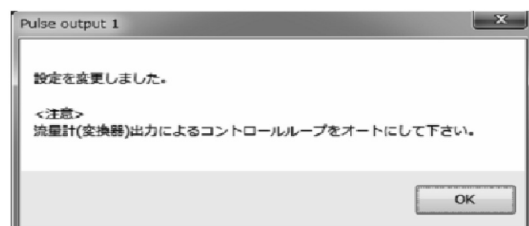

図44
- ⑤ 「OK」をクリックし、入力した設定値に変更されると、メッセージボックス(図44)が表示されますので、「OK」ボタンをクリックすれば設定は終了です。